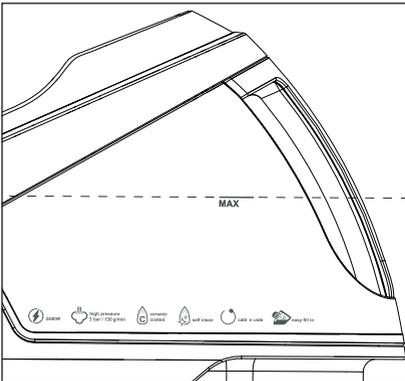

Fig. 3
- 3) Fyld højest vandbeholderen **7** op til markeringen **MAX** (se fig. 3). Hæld vandet ud via påfyldningsåbningen, hvis der er fyldt for meget på. Den maksimale påfyldningsmængde for vandbeholderen **7** er ca. 1,2 l.